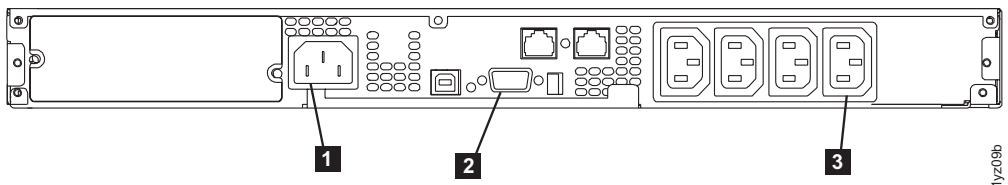

図 32. 2145-1U 無停電電源装置 (背面図)
7. 2145-1U 無停電電源装置の背面で、2145-1U 無停電電源装置の主電源コネクタを電源ソケット (図 32 の **1**) に差し込みます。2145-1U 無停電電源装置は待機モードであり、インディケータはすべてオフです。